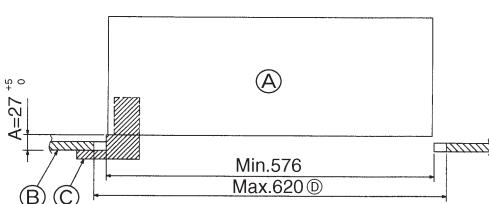

Fig. 5-2
5.2. Vorbereitung zum Anbringen des Gitters (Fig. 5-2)
- (A) Hauptanlage